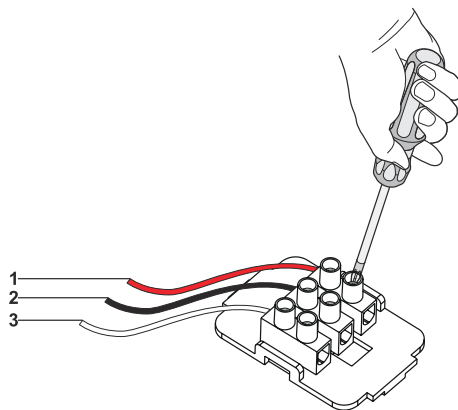

Fig. 15
- 1. ➔ **1. NC / COM:** När dessa 2 anslutningar används och fläkten är avstängd kommer den att ge den anslutna enheten en konstant signal. (Fig. 15).
- 2. ➔ **2. NO / COM:** När dessa 2 anslutningar används och fläkten är påslagen kommer den att ge den anslutna enheten en konstant signal. (Fig. 15).